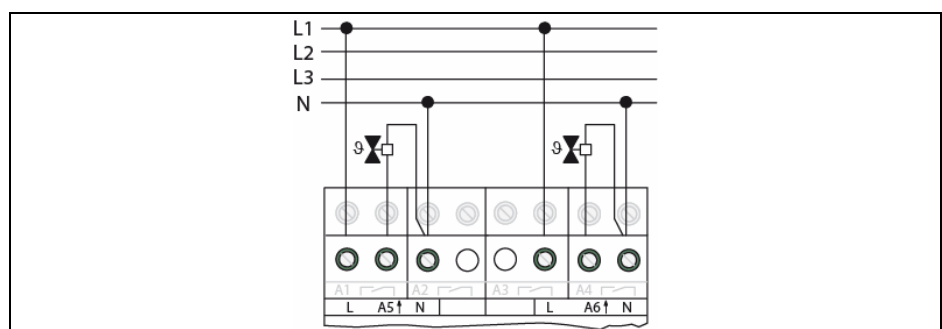

Figura 6: Conexión de actuadores electro térmicos de 230 V
- Conectar los actuadores (figura 6). Usar como máximo 4 actuadores por salida.
- ① Conectar solamente actuadores electro térmicos.
- ① En los actuadores térmicos se ha de observar la característica – **abierto sin corriente** o bien **cerrado sin corriente** (véanse los datos de proyección).